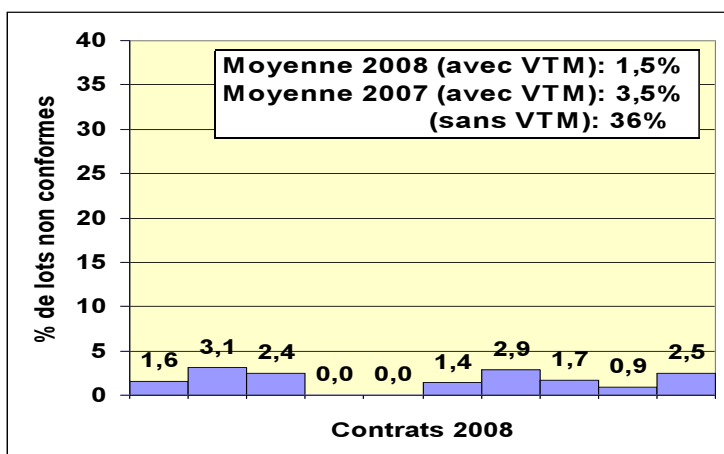

Figure 2 : Pourcentage de lots non conformes par contrat pour le critère de la température minimale
Les pourcentages des lots jugés non conformes concernant le critère de la température minimale pour tous les contrats de 2008 sont résumés à la figure 2. L'utilisation des VTM permet de respecter ce critère plus facilement, comme le montrent les résultats des 10 contrats réalisés en 2008 variant entre 0 et 3,1 % pour une moyenne de 1,5 %. Il peut toutefois se produire des zones froides non conformes s'il y a des attentes de camions ou des déversements d'amas d'enrobé sur la surface devant les finisseurs. Lors de la réalisation des projets pilotes en 2007, le pourcentage moyen de lots non conformes enregistré était de 3,5 % avec VTM et 36 % sans VTM (4). Les